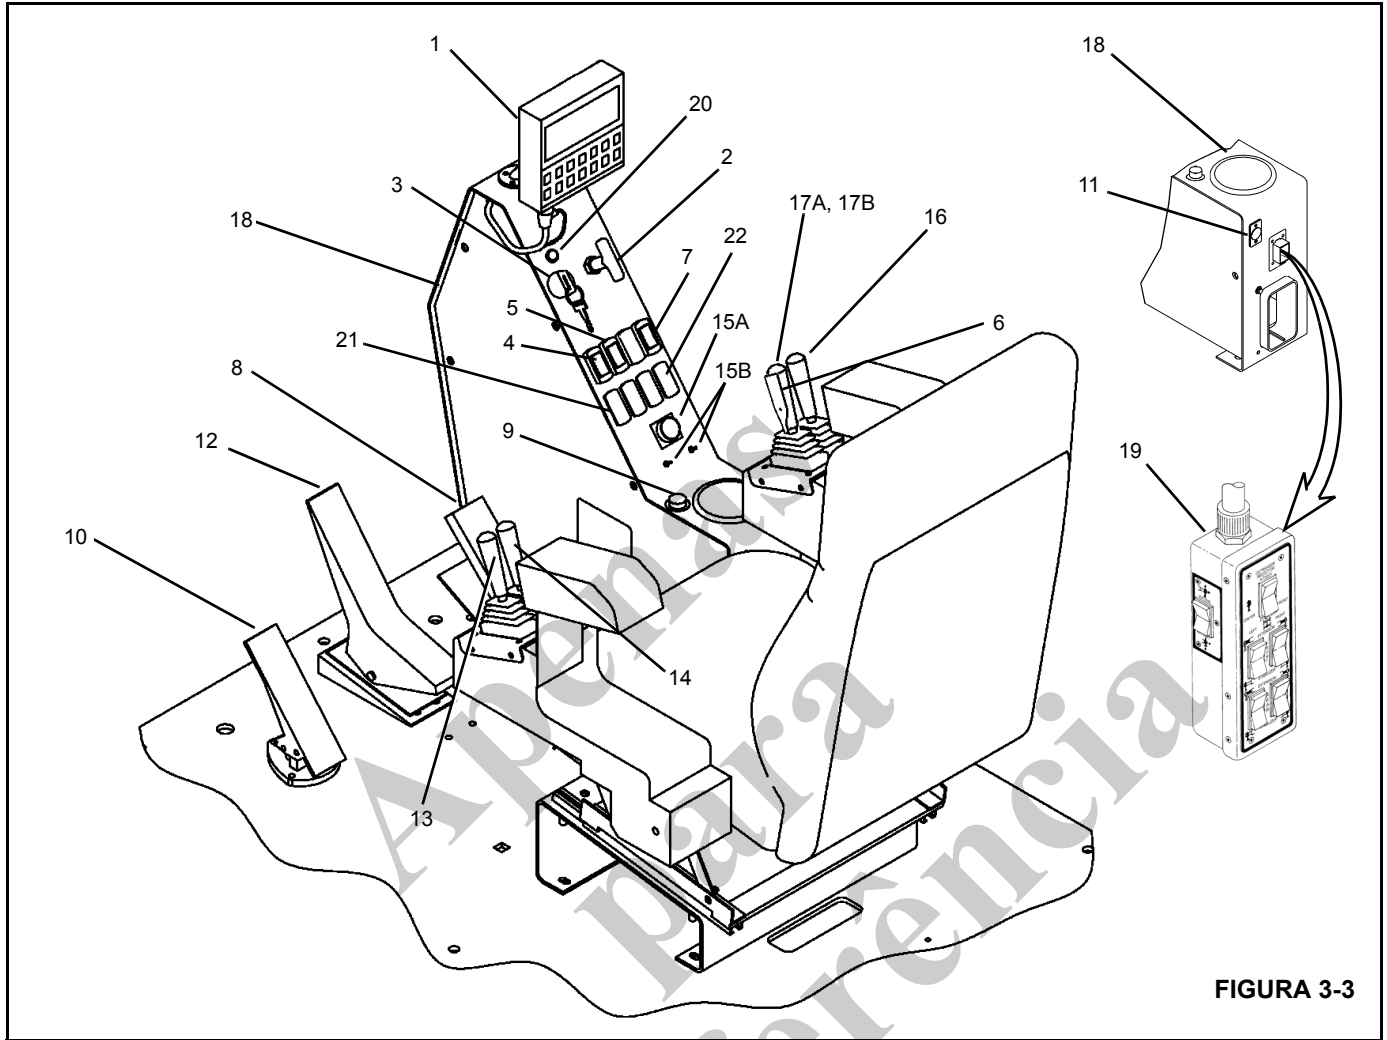

FIGURA 3-3
O indicador de nível secundário opcional localiza-se na cabine do guindaste (4) (Figura 3-3) e é instalado quando uma segunda caixa de controle de mão dos estabilizadores para a cabine do guindaste é adquirida.
Os controles do guindaste estão localizados na cabine do guindaste e são usados para todas as funções deste. Consulte na Figura 3-3 a identificação do número do item (nº) da cabine do guindaste. Para obter a melhor resposta do controle, o motor deve funcionar na rotação determinada ao operar o guindaste.
A chave da buzina de giro (4, Figura 3-3) está localizada no console da cabine do guindaste. Pressione a chave para soar o botão da buzina e alertar os companheiros no local de trabalho que o guindaste vai se movimentar. Um LED âmbar acende quando a chave está ativada.
A alavanca de controle de giro (13, Figura 3-3) está localizada no apoio de braço esquerdo e controla o giro da lança. Empurre a alavanca para frente para girar a lança no sentido horário e puxe-a para trás para girar a lança no sentido anti-horário.
O pedal do freio de giro (10, Figura 3-3) localiza-se no lado esquerdo do piso da cabine do guindaste. O pedal do freio é usado para ativar o freio de giro e manter momentaneamente a torre em posição.
A alavanca de controle do telescópio (14, Figura 3-3) está localizada no apoio de braço esquerdo. Empurre a alavanca para frente para estender a lança e puxe-a para trás para retrain a lança. Se esta máquina estiver equipada com a opção de cabo esta alavanca é utilizada para soltar e retrain o cabo (consulte Pedal do telescópio da lança).
O pedal do telescópio (12, Figura 3-3) localiza-se no piso da cabine do guindaste e é usado para estender e retrain a lança. Movimento o pedal para frente para estender a lança e para trás para retrain-la. Este pedal é utilizado nas máquinas com cabo. Se esta máquina não estiver equipada com a opção de cabo, a alavanca de controle do telescópio (14) é usada para estender e retrain a lança.
A alavanca de controle do guincho (17, Figura 3-3) está localizada no apoio de braço direito. Empurre a alavanca para frente para abaixar a carga e puxe-a para trás para elevar a carga.
A chave BOS (6, Figura 3-3) localiza-se na alavanca de controle do guincho e é usada para aumentar a velocidade do guincho. Pressione a chave para ativar a função BOS.
O indicador de rotação do guincho está localizado na parte superior da alavanca de controle do guincho (17B, Figura 3-3). O indicador é acionado eletronicamente por um sinal emitido por um transmissor eletrônico e um sensor conectados ao guincho. Um sinal pulsante é percebido pelo polegar do operador durante a operação do guincho.
A alavanca de controle de elevação da lança (16, Figura 3-3) está localizada no apoio de braço direito e é usada para elevar e abaixar a lança. Empurre a alavanca para frente para abaixar a lança e puxe-a para trás para elevar a lança.
O pedal do acelerador (8, Figura 3-3) está localizado no piso da cabine do guindaste e é usado para controlar a velocidade do motor. Pressione o pedal para acelerar o motor e libere-o para retornar à marcha lenta.
O acelerador manual (2, Figura 3-3) está localizado no console da cabine do guindaste. Puxe e gire para travar e acelerar o motor. Gire para destravar e empurre para retornar o motor à marcha lenta. Aumentar a rotação do motor aumenta a velocidade de operação.
O conector da caixa de controle do estabilizador (19, Figura 3-3) localiza-se na parte inferior do console da cabine do guindaste. O conector alimenta a caixa de controle dos estabilizadores para a operar os estabilizadores a partir da cabine do guindaste.
A chave de alimentação dos controles remotos por rádio (21, Figura 3-3) é uma chave do tipo Liga-N-Liga (momentânea) que deve ser pressionada na posição ligada para que os controles remotos por rádio possam ser usados.
Os controles climáticos da cabine (15) (Figura 3-3) são usados para ajustar o aquecimento e o ar-condicionado visando o conforto do operador.